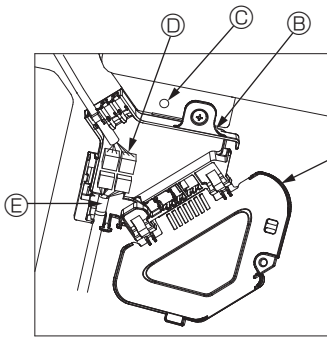

Fig. 10-8
- ① Retirez le vis de fixation du couvercle de la boîte de raccordement, puis ouvrez le couvercle.
- ② Branchez correctement le connecteur du fil de jonction du moteur des ailettes et le connecteur du fil du moteur des ailettes du panneau dans la boîte de raccordement. (Fig. 10-8)